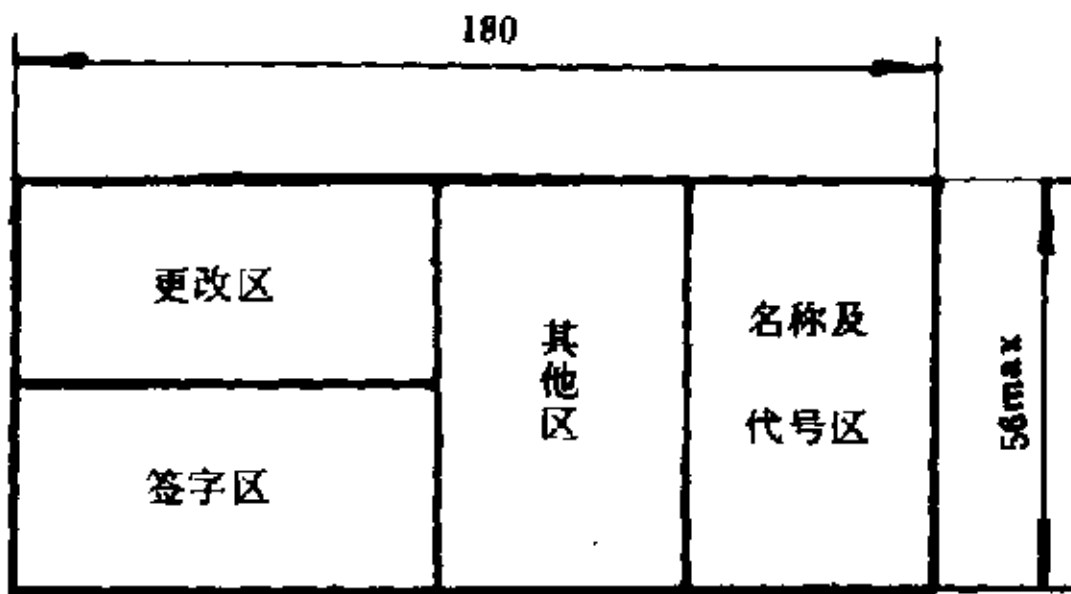
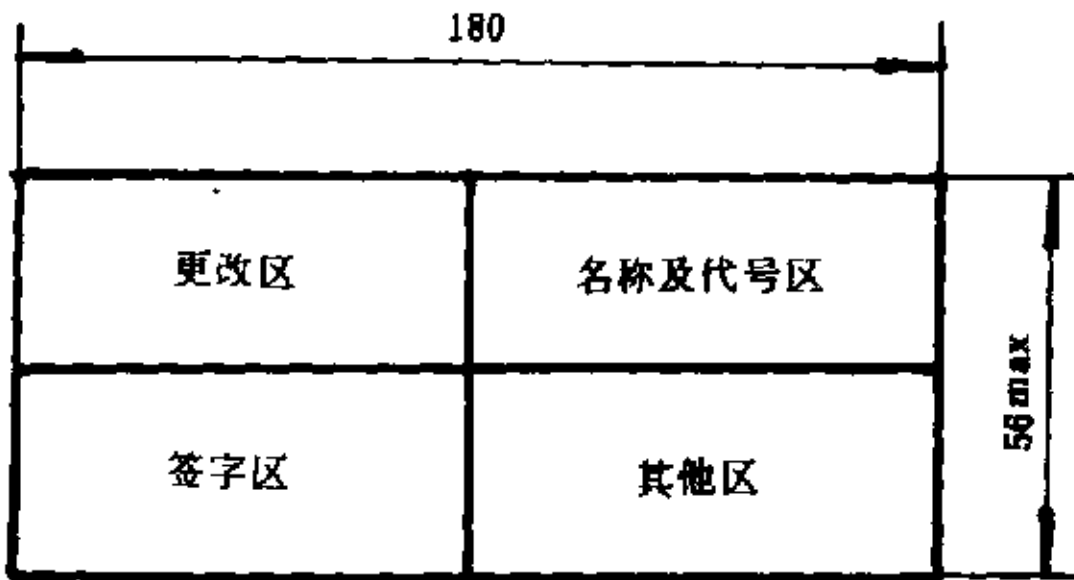

图 1
图 2
标题栏一般由更改区、签字区、其他区、名称及代号区组成，见图1和图2。也可按实际需要增加或减少。
- 5.1 标题栏中各区的布置见图 1，也可采用图 2 的形式。当采用图 1 的形式配置标题栏时，名称及代号区中的图样代号应放在该区的最下方（见附录 A）。
- 5.2 标题栏各部分尺寸与格式见图 1 和图 2，也可参照附录 A。